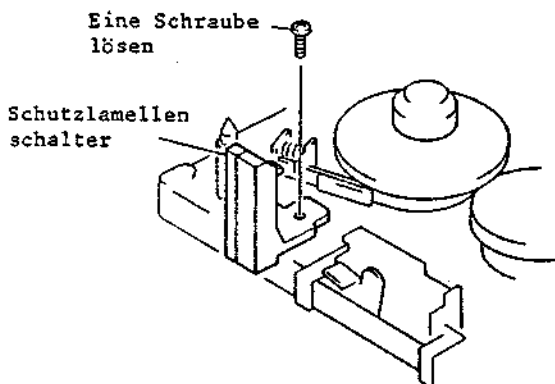

Abb. 2-55 Ausbau des Schutzlamellenschalters
3. Eine (1) Befestigungsschraube des Schutzlamellenschalters lösen (siehe Abb. 2-55).